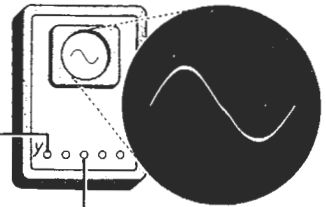

Fig. 51b
- Zet het  $X$ -kanaal van de oscilloscoop op „intern”. Regel de  $Y$ -versterking en de  $X$ -snelheid tot een duidelijk oscillogram zichtbaar is. Zie fig. 51b.